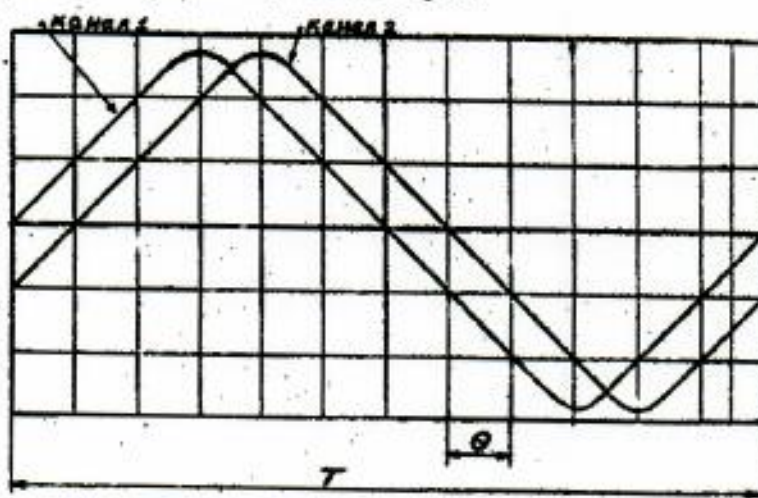

Рис.1. Измерение разности фаз
- ручкой "плавно А" установить период опорного сигнала точно на 9 делений по горизонтали (рис.1). Каждое из делений шкалы соответствует 40 градусам цикла ( $360^\circ:9=40^\circ$ ). Это фазовый коэффициент;